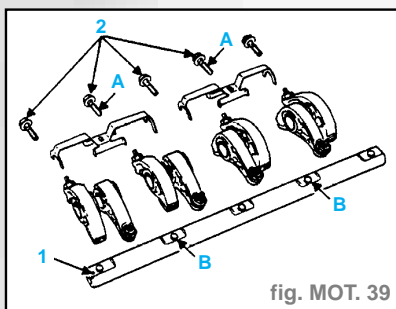

fig. MOT. 39
- la rampe de culbuteurs en positionnant le repère (1) côté distribution, en positionnant les vis (A) (de dimension M8 x 100 - 28,7 mm) en (B) (fig. MOT. 39),